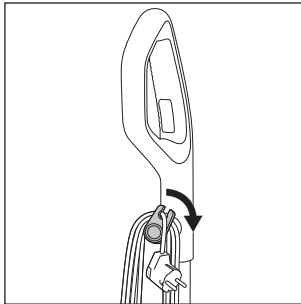

Fig. 12
- ♦ Déroulez le cordon d'alimentation **17** entièrement du support de cordon supérieur et inférieur **16/20**. Pour dérouler rapidement le cordon d'alimentation **17** des supports de cordon **16/20**, sortez légèrement le support de cordon supérieur **16** et tournez-le vers le bas (voir fig. 12).